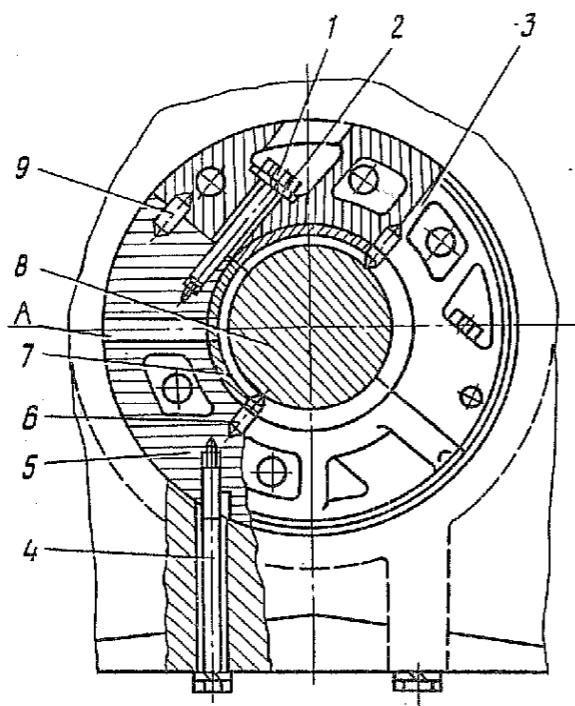

Рис. 25. Средняя опора коленчатого вала (вид со стороны носка коленчатого вала):
1.22. Отвернуть гайки крепления опоры переднего подшипника коленчатого вала и болты 4 (рис. 25) крепления средней опоры, снять стопорные шайбы (головка 14, вороток).
1.33. Установить в верхнюю 3 (рис. 25) и нижнюю 5 половины средней опоры вкладыши 7 и зафиксировать их штифтами 6 (плоскогубцы 150).
1.38. Закрепить среднюю опору подшипника коленчатого вала болтами 4 (рис. 25) с пружинными шайбами (головка 10, рукоятка динамометрическая). Момент силы затяжки 1,6—2,0 кгс · м.